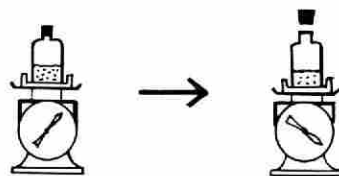

図2 コルク栓を飛ばす実験
- (1) ガラスびんの中に炭酸水素ナトリウムと酢を加え、手早くコルク栓をする。
- (2) それを図2のように、自動上皿ばかりの上に乗せてコルク栓の動きと指針の変化の様子を調べる。